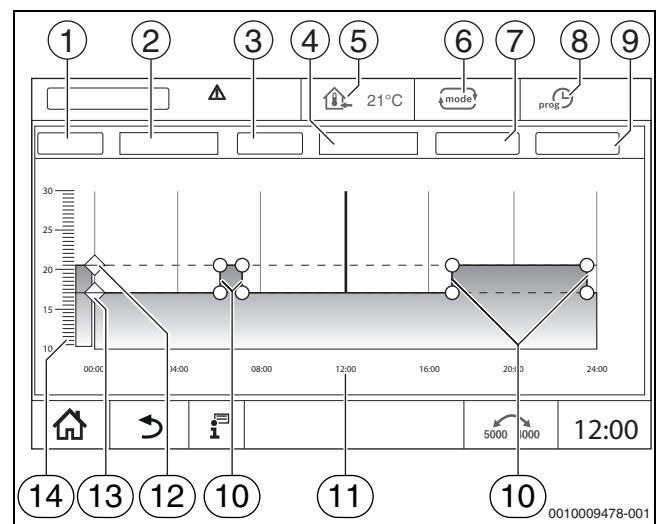

Рис. 25 Временная программа
- Коснитесь символа \diamond , удерживайте его и потяните до нужной температуры (\rightarrow рис. 25, [15], стр. 25).
- ▶ Коснитесь знака и выберите из списка день недели (→ рис. 25, [2], стр. 25) и нужную программу (→ рис. 25, [4], стр. 25).